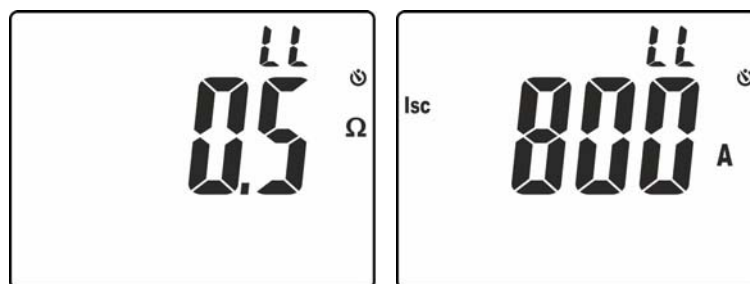

Abb. 28: Ergebnisse der Messung der Schleifenimpedanz L-L
12. In der Bildschirmseite in der Abb. 28 – linke Seite ist der Wert der Schleifenimpedanz L-L angegeben. Drücken Sie die Tasten $\nabla/\text{⚡}$ oder \blacktriangle zur Anzeige des Werts des voraussichtlichen Kurzschlussstroms **Isc** (siehe § 9.3).